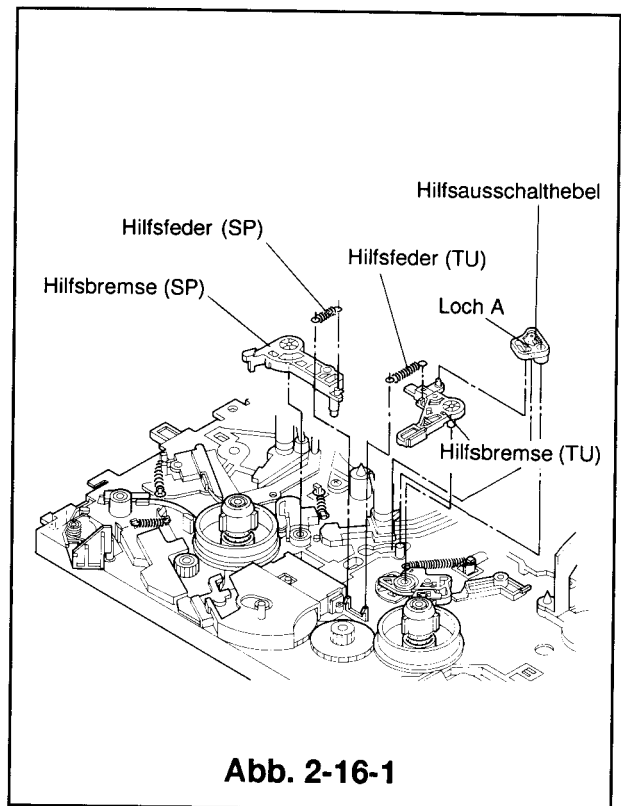
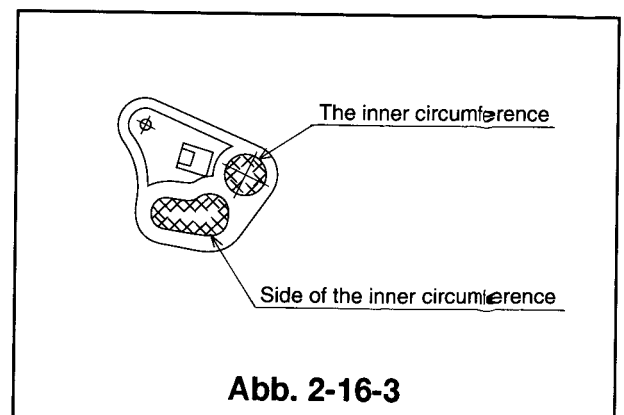

Abb. 2-16-1
Abb. 2-16-3
- ④ Die Hilfsfeder (TU) herausnehmen (siehe Abb.2-16-1).
- ① Schmierfett (PG-641)[859D055O30] im in Abb.2-16-3 gezeigten Bereich der neuen Hilfsbremse (TU) auftragen.
- ② Die Hilfsbremse (TU) auf der Hauptplatte installieren.
- ③ Den Hilfsausschalthebel so installieren, daß das Loch A gemäß Abb.2-16-1 mit dem Nocken der Hilfsbremse (TU) übereinstimmt.
- ④ Die Hilfsfeder (TU) installieren.
- ⑤ Die Hilfsbremse (SP) und die Hilfsfeder (SP) installieren (siehe Artikel 2-14).
- ⑥ Das Kassettengehäuse installieren (siehe Artikel 2-1).